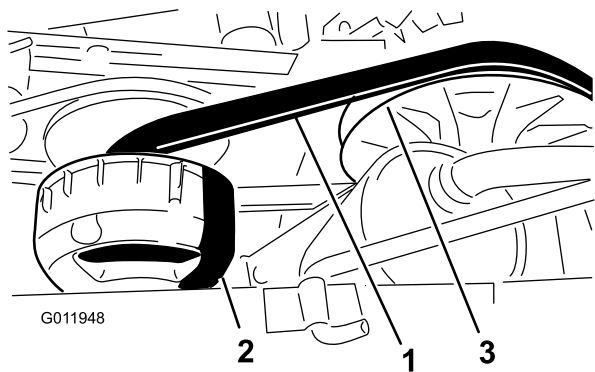

Bild 46
3. Drehen und prüfen Sie den Riemen (Bild 46) auf überdurchschnittliche Abnutzung oder Schäden. Tauschen Sie den Riemen bei Bedarf aus.
1. Drehen Sie den Riemen und verlegen ihn über die sekundäre Kupplung (Bild 46).
2. Nehmen Sie den Riemen von der primären Kupplung (Bild 46).